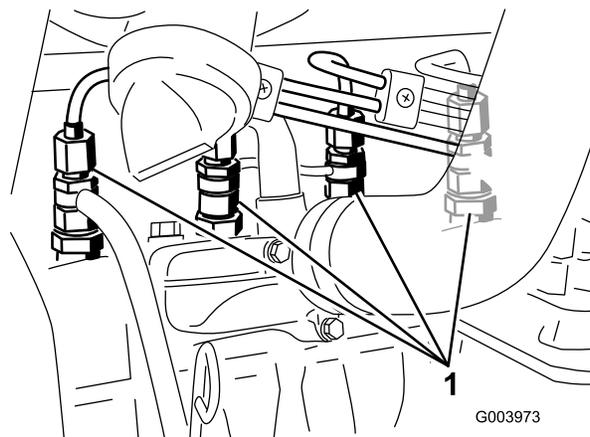

Рисунок 60
1. Ослабьте элемент подсоединения трубки к соплу №1 и держателю в сборе (Рисунок 60).